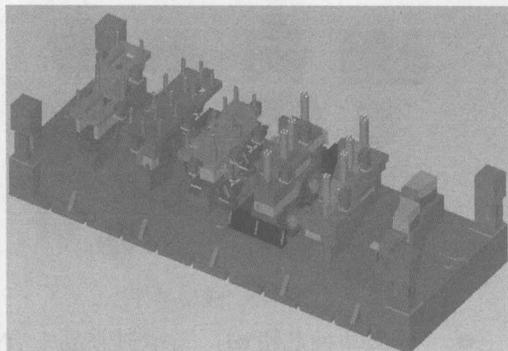

图 1-9 支承与紧固零件
- 支承与紧固零件：主要起装配、定位和连接的作用。它们是定模座板、型芯和动模固定板、垫块、支承板、定位环、销钉、螺钉等，如图 1-9 所示。